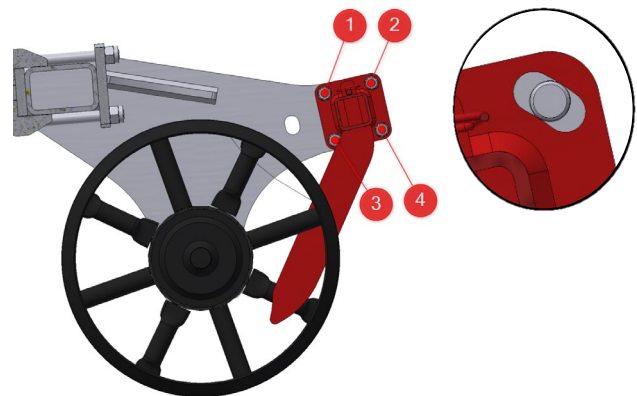

Figura 16-Regolazione fila di pulitori / Roller cleaner adjustment.
Per ottimizzare il lavoro dei pulitori è consentita una regolazione dell'angolo di incidenza di $\pm 12^\circ$. I punti di fissaggio della traversa di attacco dei pulitori al telaio principale sono asolati permettendo la rotazione della traversa stessa (figura 16).
- Allentare le viti svasate 1, 2, 3, 4 (figura 16) senza svisitarle completamente (sono sufficienti un paio di giri) su entrambi i lati del telaio dei pulitori;